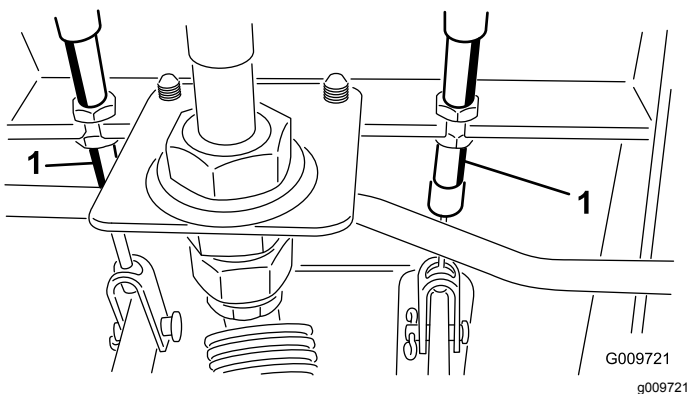

Рисунок 78
- А. Отпустите переднюю гайку на резьбовом конце троса тормоза (Рисунок 78).